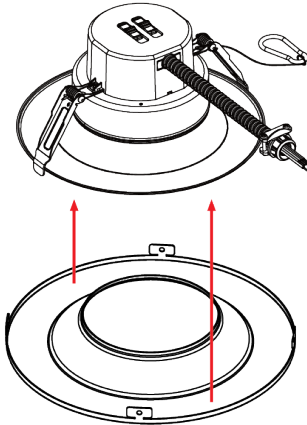

Fig. 11
1. Fixer l'anneau de finition sur la garniture du luminaire. (Fig. 11)